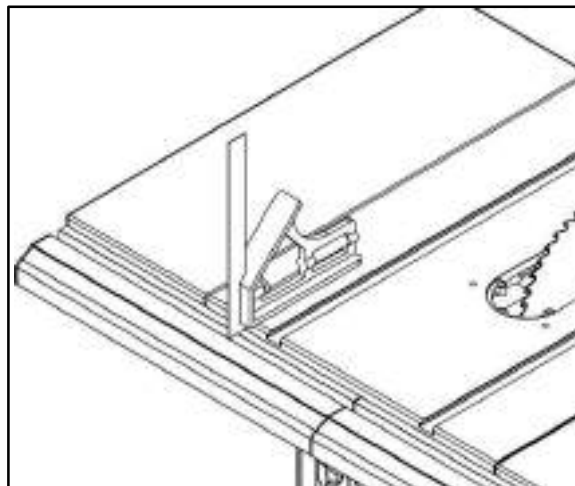

Рисунок 19
- При помощи слесарного уголка определите параллельность правой и левой направляющих (рис. 19). При помощи комбинированного уголка проверьте параллельность обеих передних направляющих столу.